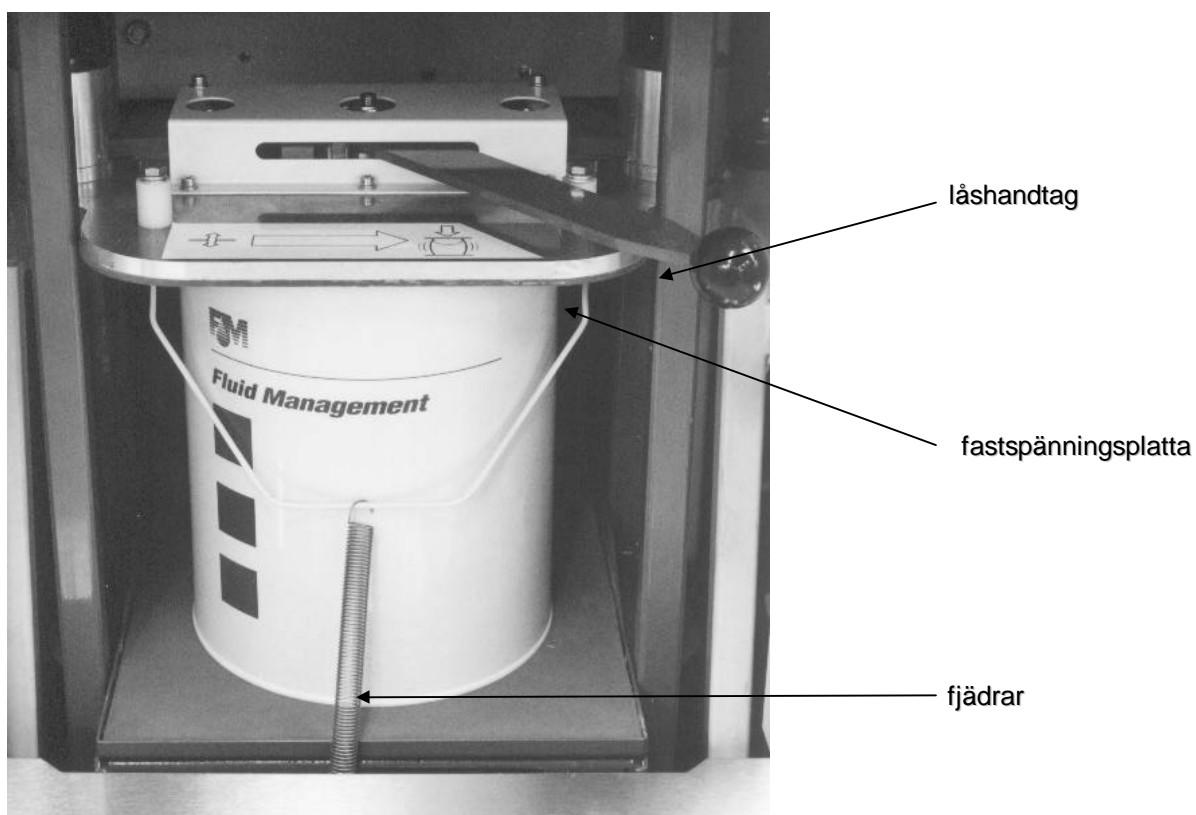

fig. 3
- 4) Sänk fastspänningsplattan så att den vilar på burken(burkarna) och för låshandtaget längst ut åt höger (fig. 3).